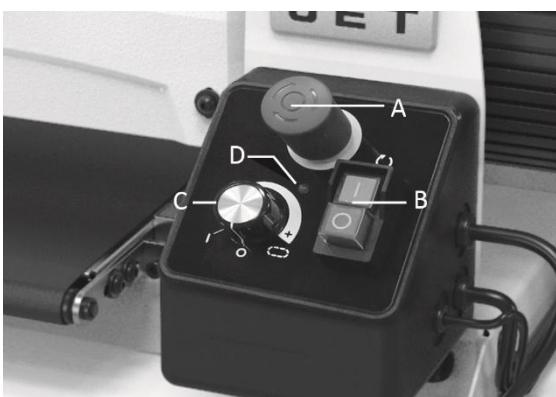

Figure 9-1: Panneau de commande
3. Démarrez le cylindre à poncer (avec panneau de commande, Figure 9-1).
2. Déverrouillez l'arrêt d'urgence (A, Figure 9-1) en tournant le bouton rouge dans le sens des aiguilles d'une montre ou en tirant vers le haut.